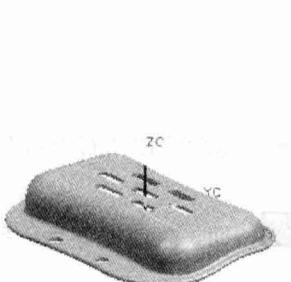

图 1.2 定义后的模具坐标系
(1) 在“注塑模向导”工具条中，单击“模具 CSYS”按钮 ，系统弹出“模具 CSYS”对话框。
(2) 在“模具 CSYS”对话框中选中 **产品体中心** 单选项，然后选中 **锁定 Z 位置** 复选框。
(3) 单击 **确定** 按钮，完成模具坐标系的定义，结果如图 1.2 所示。